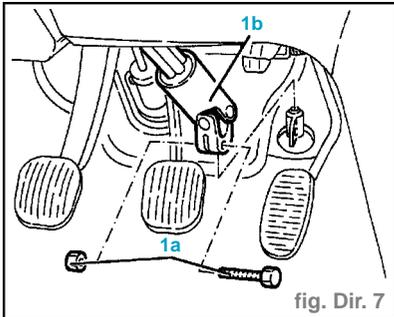

fig. Dir. 7
- Dévisser le boulon (1a) et débrancher l'arbre inférieur commande direction (1b) du boîtier servodirection (fig. Dir. 7).